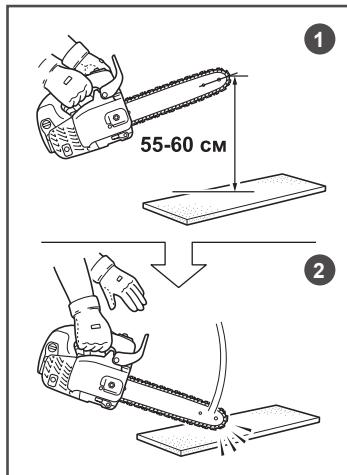

Рис. 8. Проверка инерционного тормоза
- Возьмитесь за переднюю и заднюю рукоятку бензопилы и держите ее так, чтобы она располагалась на высоте 50-60 см от испытательной поверхности (Рис. 8).